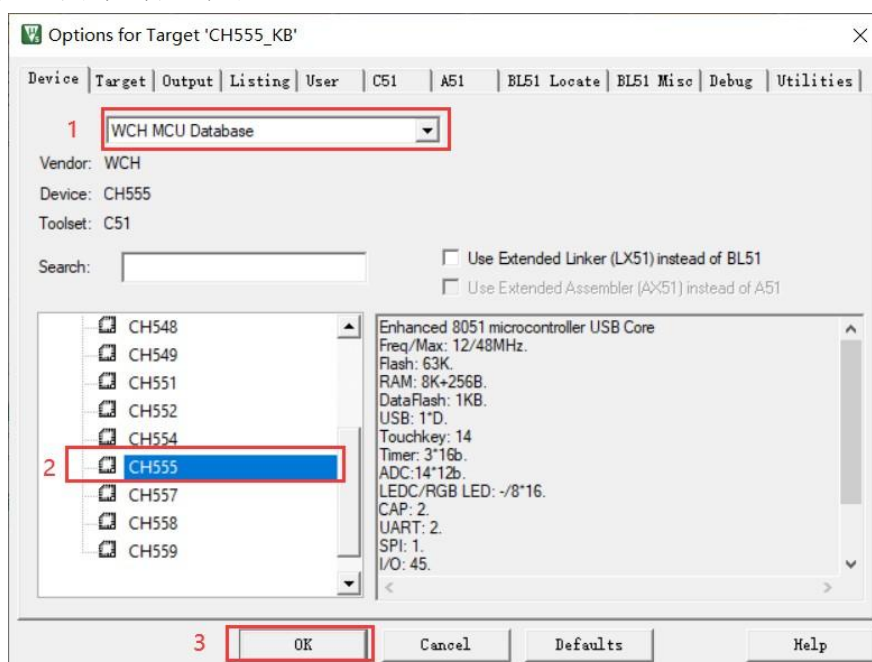

图 3.2.3
(2)、打开 KeilC51 工具, 创建工程项目。按图 3.2.3 所示 1~3 选择 CH555 芯片。确定后, 弹出图 3.2.4 所示窗口, 点击“否”即可。